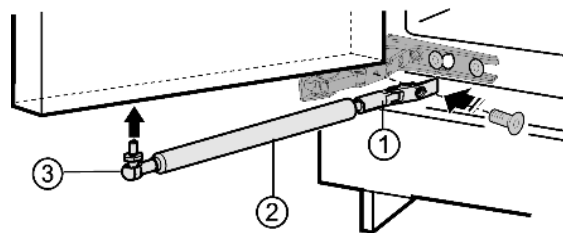

Fig. 5
- ▶ Aparafusar o suporte Fig. 5 (1).
- ▶ Aparafusar o eixo esférico Fig. 5 (3) juntamente com o amortecedor de fecho Fig. 5 (2) no orifício de fixação.